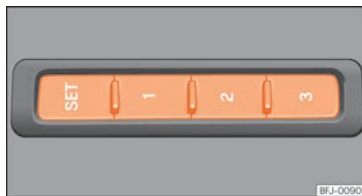

Fig. 146 Sur le côté extérieur du siège conducteur : touches de mémoire.
- Appuyez sur la touche **SET** pendant plus d'une seconde »» **fig. 146**.